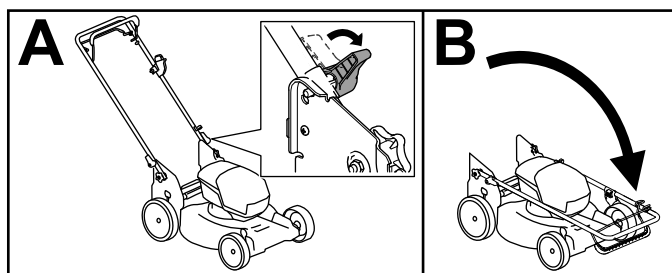

Figure 16
4. Déverrouillez le guidon jusqu'à ce que la moitié supérieure bouge librement (A de la Figure 16).
5. Rabattez le guidon complètement en avant (B de Figure 16).
6. Pour déplier le guidon, répétez l'opération A de la Figure 16 et dépliez le guidon à la position d'utilisation.